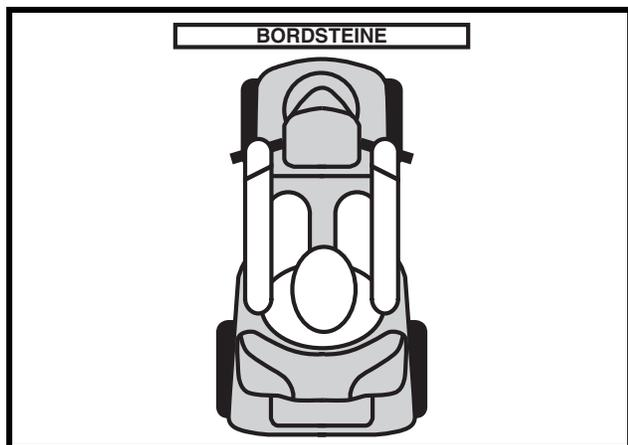

Abb. 3. Richtiges Anfahren einer Bordsteinkante
**WARNUNG!** Zum Überwinden einer Bordsteinkante sollten Sie diese senkrecht anfahren, siehe Abb. 3 und 3A.